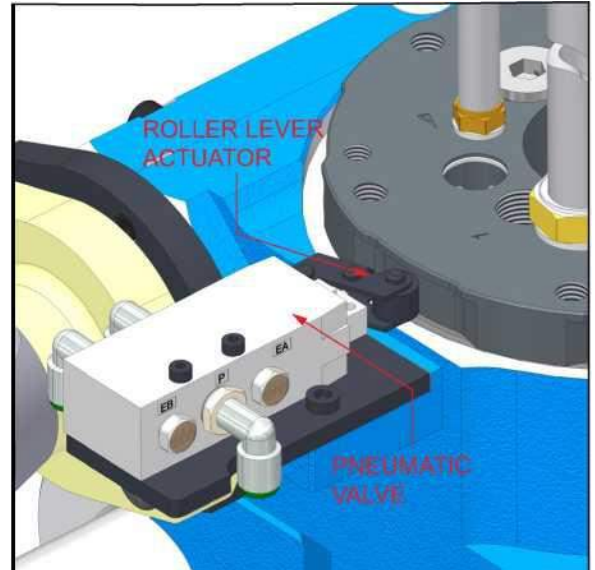

Abbildung 3-36. Ort des pneumatischen Ventils
- Verwenden Sie ein Werkzeug wie einen Schraubendreher und drücken manuell den Rollenhebel des pneumatischen Ventils (siehe Abbildung 3-36) oben an der Spindel. Sieben Zyklen des Rollenhebels entsprechend einer Drehung des Bearbeitungsarms um 360°.